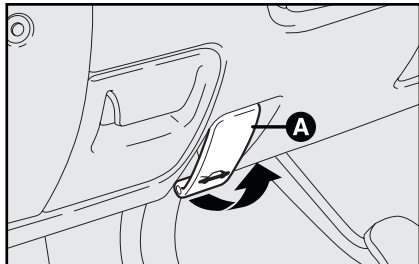

Abb. 133
- Den Hebel **A**, **Abb. 133** links von der Lenksäule in Pfeilrichtung ziehen.